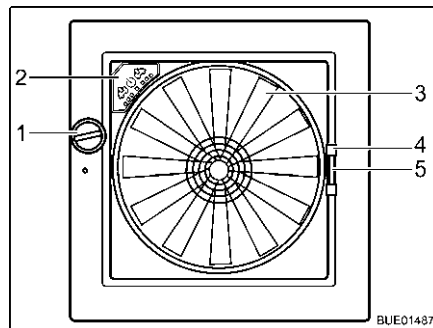

Fig. 109 Claraboya Omni-Vent
- Girar el botón giratorio (Fig. 109,1) hasta alcanzar el ángulo de apertura deseado.
- Girar el botón giratorio (Fig. 109,1) hasta que la claraboya esté completamente cerrada.
- Tirar del tirador (Fig. 109,4) de la protección contra insectos hacia el lado opuesto del marco.
- Comprimir el tirador (Fig. 109,5) del oscurecedor.
Ventilador Cuando la claraboya está abierta, el interior del vehículo se puede ventilar con el ventilador de 6 niveles (Fig. 109,3). El ventilador se maneja a través del cuadro de mando (Fig. 109,2).